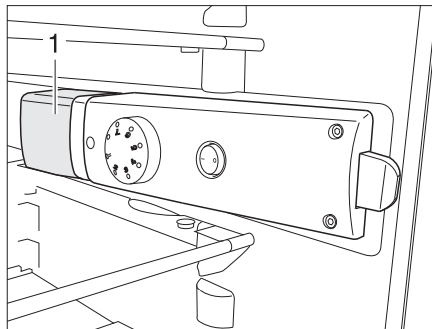

Bild 370 Kylskåpsbelysning
- Ta tag underifrån i lampans skydd (Bild 370,1) och lyft den ca. 3 mm.